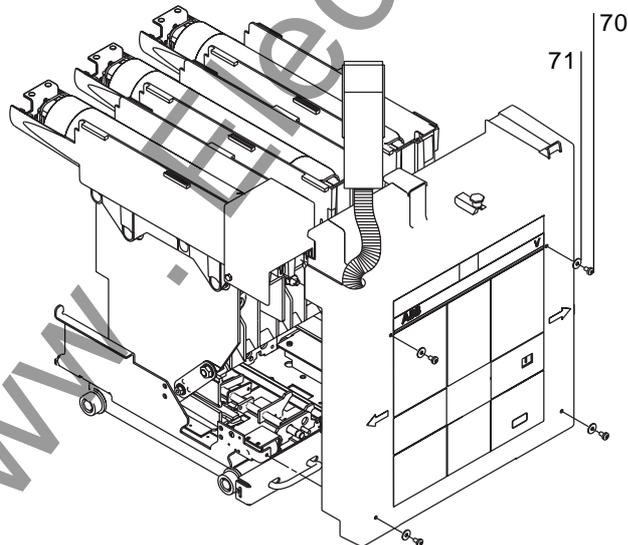
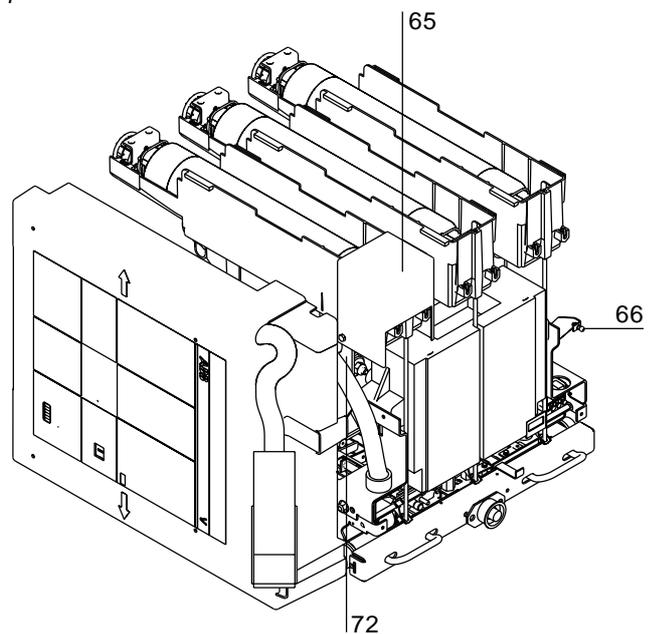
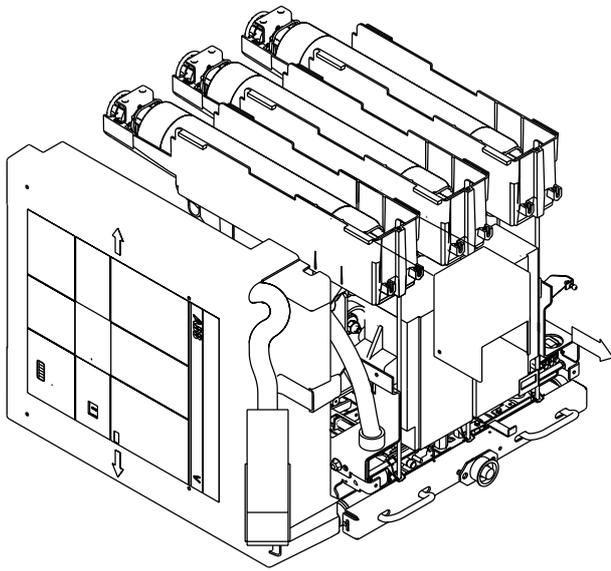

Fig. 14a
Fig. 14b
Fig. 14c
Con contattore estratto dal quadro svitare le quattro viti (70) di fissaggio dello schermo e le rispettive rosette DIN (71) (fig. 14a) e posizionarlo come da fig. 14b, svitare la vite (72) (fig. 14b) di fissaggio della protezione (65) (fig. 14b) ed abbassare di circa un centimetro il tirante a cui è fissata la vite, sfilare la protezione a cuffia (65) (fig. 14c) e procedere alla sostituzione dei fusibili secondo le istruzioni riportate al par. 7.3.
With the contactor removed from the switchboard, unscrew the four screws (70) which fix the shield and relative DIN washers (71) (fig. 14a) and position them as shown in fig. 14b. Unscrew the fixing screw (72) (fig. 14b) of protection (65) (fig. 14b) and lower the tie-rod to which the screw is fixed by about one centimetre. Slide out the protection with hood (65) (fig. 14c) and proceed to replace the fuses according to the instructions given in para. 7.3.